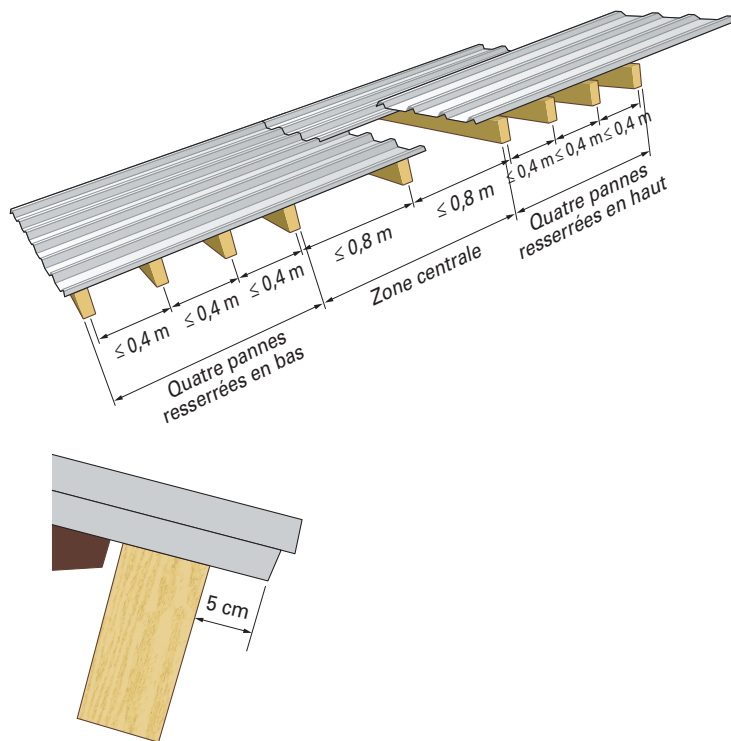

Figure 9 : Disposition sur une charpente à base de pannes
- ✓ *Note : la disposition présentée sur la Figure 9, tôle nervurée sur panne, est à privilégier. Les tôles sont plus raides et le transfert des efforts est plus direct jusqu'à la charpente permettant ainsi une robustesse supérieure aux autres configurations.*